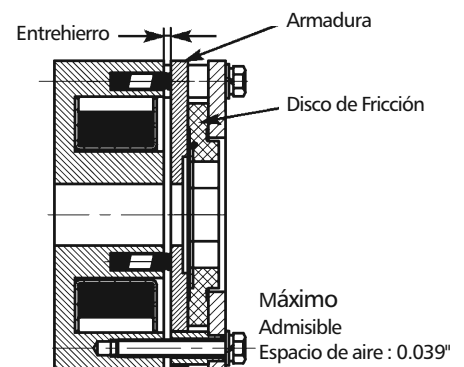

Figura 4 — Comprobación de brecha de frenos
- e. Compruebe si hay discos de freno desgastados midiendo el espacio de aire del freno con un calibrador. Brecha freno mayor que el límite de desgaste admisible puede causar charla o falta de liberación (véase la Figura 4).
3. Compruebe si hay discos de freno desgastados midiendo el espacio de aire del freno con un calibrador (Ver Figura 4). Brecha freno mayor que el límite de desgaste admisible puede causar la charla o el fracaso de su liberación.